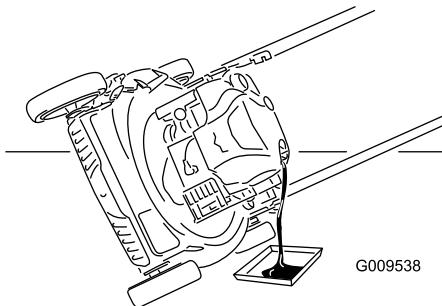

Figure 27
- Basculez la machine sur le côté, tube de remplissage en bas, pour vidanger l'huile usagée dans le bac de vidange par le tube de remplissage (Figure 27).